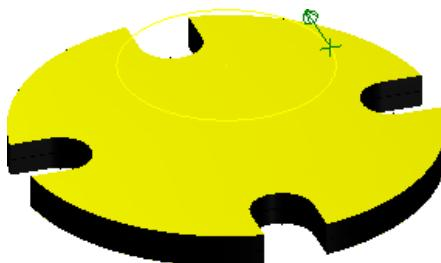

图 6-81 选取修剪曲线
- 04 系统弹出“串连选项”对话框，根据系统提示，选择圆作为修剪曲线，如图 6-81 所示，并单击对话框中的“确定”按钮。